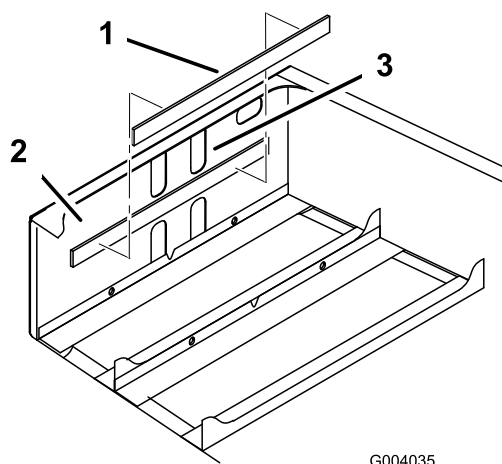

Figure 10
3. Retirez la bande adhésive au dos de la cale et placez celle-ci sur la face intérieure avant du châssis arrière, comme illustré à la Figure 10.
**Remarque:** La cale doit se trouver à environ 6,4 mm en dessous du bord inférieur des découpes supérieures (Figure 10).